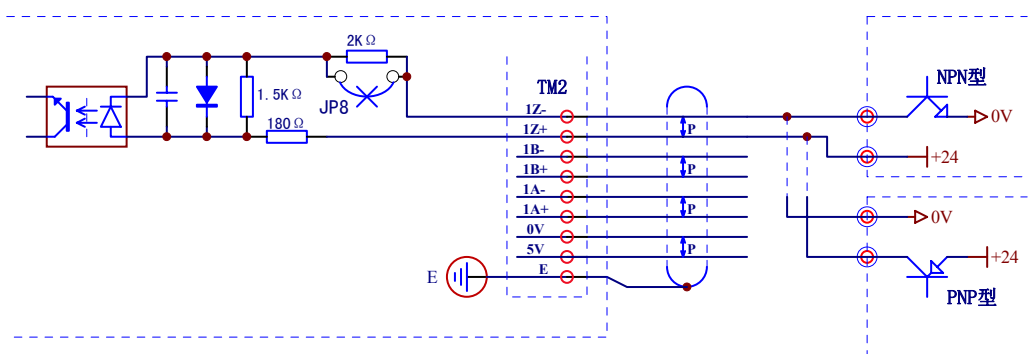

图 3.41 +24V 电平信号的 Z 相脉冲输入回路构成与接线
*2 若采用+24V 电平信号的 Z 相脉冲输入的场所，务必将跳线 JP8 剪断，连接示意如图 3.41 所示。